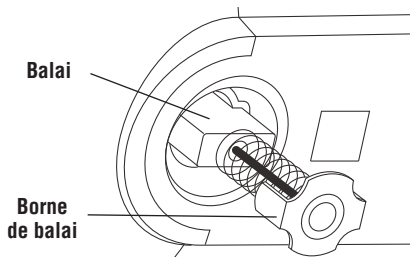

Figure 43. Balai du moteur
3. Tirez le balai vers l'extérieur (Figure 43). Répétez pour le côté opposé.